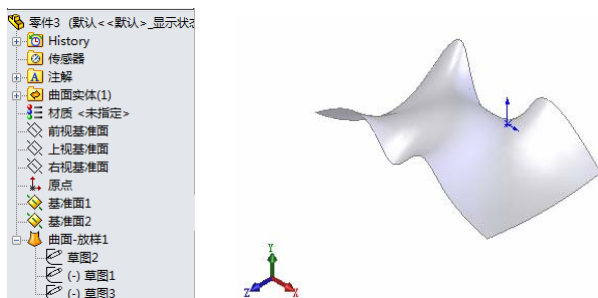

图 6-49 放样曲面后的图形及其 FeatureManager 设计树
2. 放样曲面时，可以应用引导线控制放样曲面的形状，如图 6-49 所示。